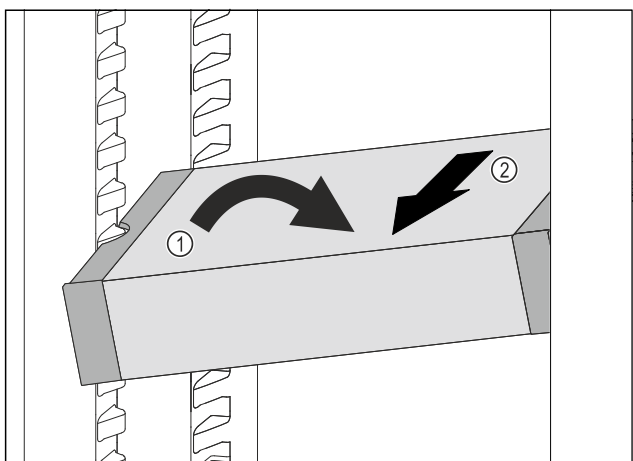

Fig. 143
- VarioSafe postavte v chladničke šikmo. Fig. 143 (1)
- VarioSafe vyberte dopredu. Fig. 143 (2)